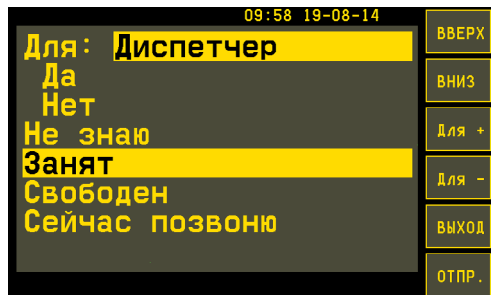

Рис.57. Варианты ответов Диспетчеру.
4. Для редактирования точек маршрута следует выделить нужный маршрут в списке и выбрать команду *Главное меню/Редактировать* или нажать кнопку «Редактировать выделенный маршрут» на панели инструментов. Откроется меню «Редактирование маршрута» (Рис.57).
5. В меню «Редактирование маршрута» добавить новую остановку можно, нажав кнопку «Добавить остановку» на панели инструментов (Рис.57, п.1). Остановка может быть создана из копии существующей. Для этого следует выделить нужную остановку и нажать кнопку «Копировать остановку». Все настройки выбранной остановки будут скопированы в новую. Данная функция удобна, когда необходимо добавить в список несколько остановок с аналогичными свойствами. Для удаления остановки следует выделить остановку и нажать кнопку «Удалить остановку» на панели инструментов. Кнопки «Вверх» и «Вниз» позволяют изменить порядок прохождения остановок.
6. **Тип маршрута:** обычная или кольцевая (Рис.57, п.2). Отличие обычного маршрута от кольцевого в том, что для кольцевого маршрута последняя остановка не дублируется.
7. **Направление маршрута:** прямое направление или обратное направление (Рис.57, п.3). В маршрут достаточно добавить остановки одного направления, обратный маршрут может быть создан из уже созданного при помощи кнопок «Копировать прямое направление в обратное» и «Копировать обратное направление в прямое». При создании обратного маршрута порядок остановок меняется на обратный. Также оба направления могут быть созданы вручную.
8. После добавления остановки следует настроить ее свойства. Настройки остановок расположены на отдельных вкладках (Рис.57, п.4).